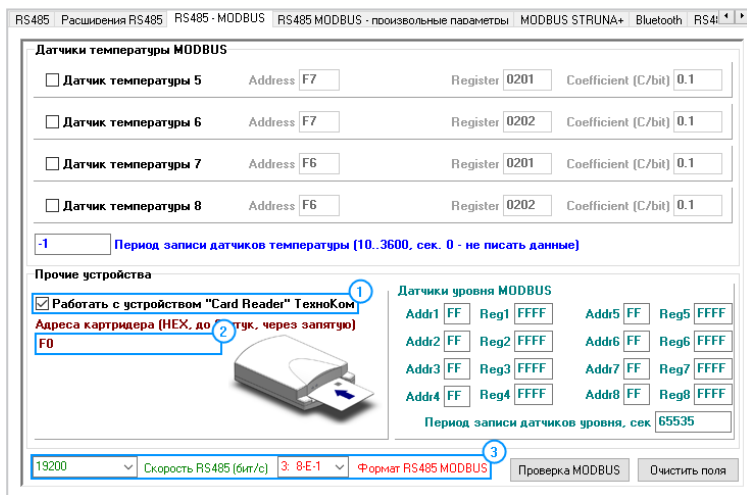

Рис.22. Настройка шины RS-485 контроллера АвтоГРАФ.
- разрешите работу контроллера со считывателем, установив галочку напротив опции «Работать с устройством «Card Reader» ТехноКом» (**Рис.22, п.1**);
- задайте формат и скорость работы интерфейса RS-485 контроллера (**Рис.22, п.3**). Обратите внимание, что для возможности удаленной настройки и обновления прошивки считывателя через сервер посредством контроллера АвтоГРАФ в обоих устройствах должен быть установлен формат 8-N-1.